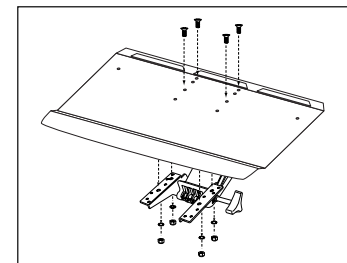

Figure 2
6. With Phillips Screwdriver and Crescent Wrench, attach the Keyboard Manager Platform (D) to the Arm Assembly (C) with (4) Platform Screws (K), (4) Lock Washers (N) and (4) Cap Nuts (O) (Figure 2).
6. À l'aide d'un tournevis cruciforme et d'une clé à molette en forme de croissant, fixez la plate-forme du support de levage (D) au bras support (C) avec les 4 vis de plate-forme (N), les 4 rondelles (O) et les 4 écrous borgnes (G) (Figure 2).